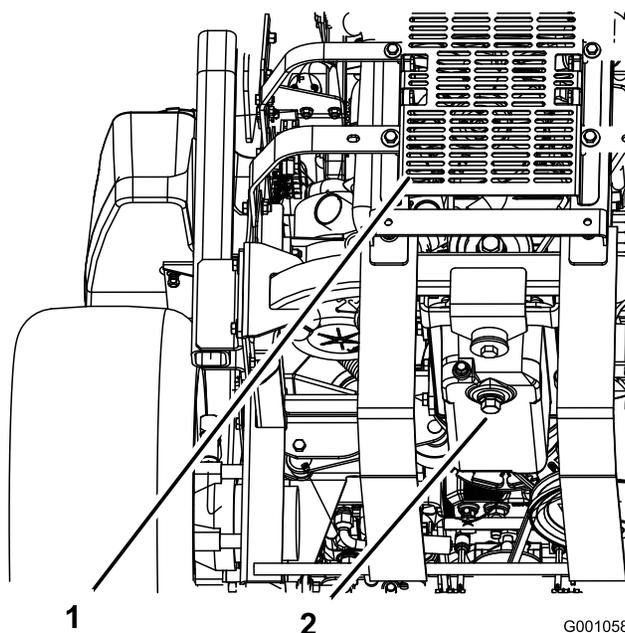

Figura 60
5. Collocate una bacinella sotto lo spurgo dell'olio. Togliete il tappo dell'olio e lasciate defluire completamente l'olio (Figura 60).